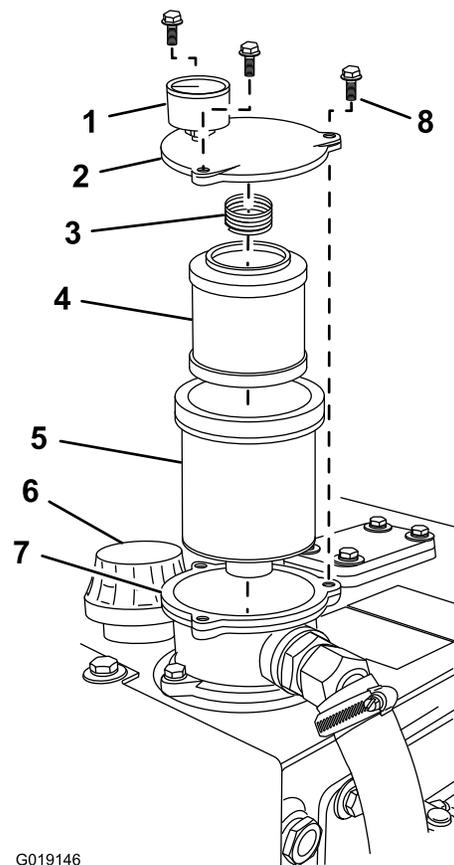

Figura 73
- A. Coloque un trapo sobre el tapón/respiradero del depósito hidráulico, y gire el tapón lentamente en sentido antihorario para retirar el tapón/respiradero (Figura 73).
- B. Coloque el tapón/respiradero (Figura 73).
- A. Retire los 3 pernos de cabeza hexagonal que sujetan la tapa del filtro a la carcasa del filtro (Figura 73).
- B. Retire la tapa del filtro, el muelle, el elemento del filtro y el cuerpo del filtro (Figura 73).
- B. Instale el cuerpo del filtro en el alojamiento del filtro Figura 73.
- D. Instale el elemento del filtro nuevo en el cuerpo del filtro (Figura 73).
- E. Instale el muelle (Figura 73).
- F. Alinee la tapa del filtro con el alojamiento del filtro, y posicione el indicador del filtro hidráulico junto al tapón/respiradero del depósito hidráulico (Figura 73).
- G. Enrosque los 3 tornillos de cabeza hexagonal que se retiraron en el paso A de Retirada del filtro hidráulico \(página 54\) a través de la tapa del filtro y en el alojamiento del filtro (Figura 73).